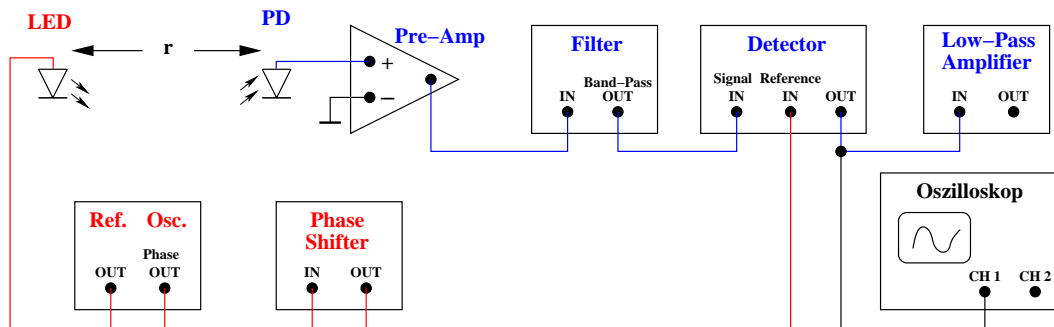

Abbildung 5: Schematischer Aufbau eines Lock-In-Verstärkers
4. Bauen Sie eine Photodetektorschaltung wie in Abb. 5 auf. Modulieren Sie die Leuchtdiode (LED) mit einer Rechteckspannung und lassen Sie